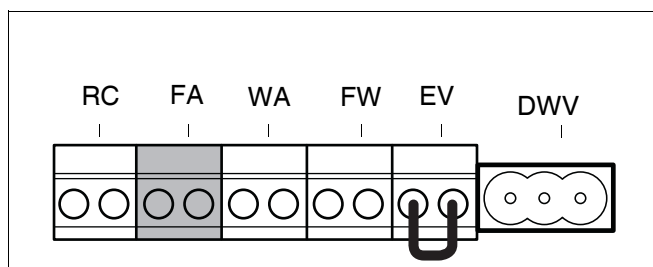

Fig. 27 Sensore di temperatura esterno – morsettiera (collegamento di colore blu)
- Collegare la sonda di temperatura esterna al morsetto blu FA (fig. 27). Utilizzare un cavo elettrico bipolare da 0,4 – 0,75 mm².